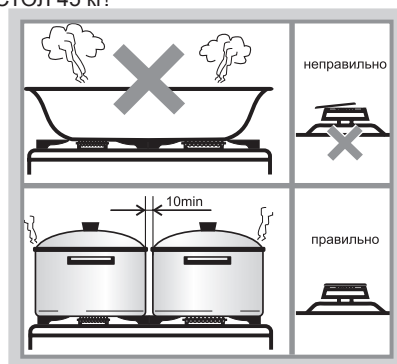

Рис.23
- Размеры посуды (см. табл. 8 и рис.23) и режим работы горелок нужно выбирать таким образом, чтобы пламя не выходило за края и не «лизало» боковые стенки.
- Запрещается устанавливать на решетки какие-либо дополнительные рассекатели пламени и пользоваться горелками со смещенными крышечками (рис. 23).